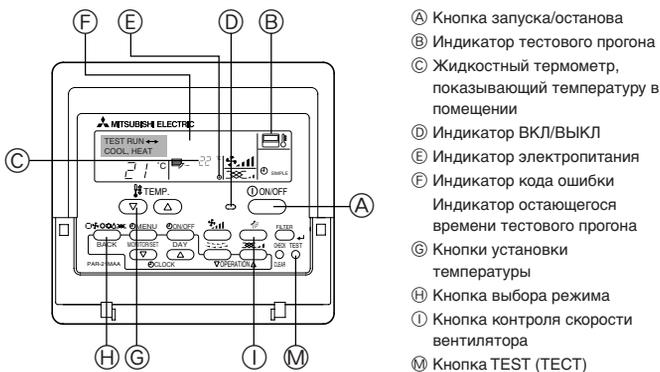

Fig. 7-1
7.2.1. Использование проводного пульта дистанционного управления (Fig. 7-1)
- ① Включите питание по крайней мере за 12 часов до начала пробного прогона.
- ② Дважды нажмите кнопку [TEST]. ➔ "TEST RUN" на ЖК-дисплее
- ③ Нажмите кнопку [Mode selection] (Выбор режима). ➔ Убедитесь в том, что воздух выдувается.
- ④ Нажмите кнопку [Mode selection] (Выбор режима) и переключитесь на режим охлаждения (или обогрева). ➔ Убедитесь в том, что выдувается холодный (или теплый) воздух.
- ⑤ Нажмите кнопку [Fan speed] (Скорость воздушного потока). ➔ Убедитесь в том, что скорость воздушного потока переключилась.
- ⑥ Проверьте работу вентилятора наружного прибора.
- ⑦ Выключите пробный прогона нажатием кнопки [ON/OFF]. ➔ Стоп
- ⑧ Введите телефонный номер.